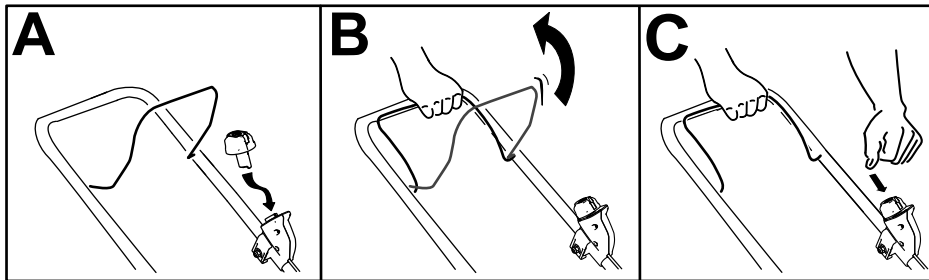

Figura 9
2. Introduzca el botón de arranque eléctrico en el interruptor de arranque eléctrico (Figura 9, A).
3. Apriete la barra de control de la cuchilla contra el manillar (Figura 9, B).
4. Pulse el botón de arranque eléctrico y manténgalo pulsado hasta que el motor arranque (Figura 9, C).